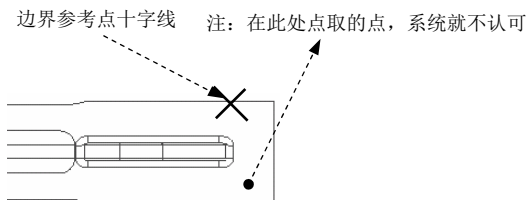

图 10.4.29 边界中心点
(1) 此时系统提示 **选择新的参考点。单击“确定”完成。**，在投影视图的边线上选择一点，如图 10.4.29 所示。（注意：如果不在模型的边线上选择点，系统则不认可。），此时在拾取的点附近出现一个十字线。